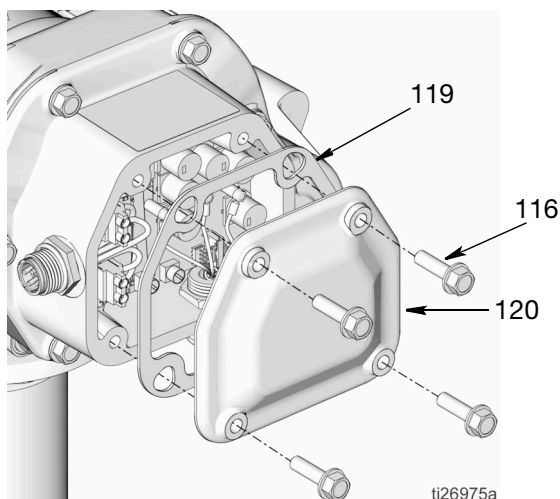

Рис. 17
1. Снимите винты (116), крышку (120) и прокладку (119), чтобы получить доступ к плате управления (Рис. 17).